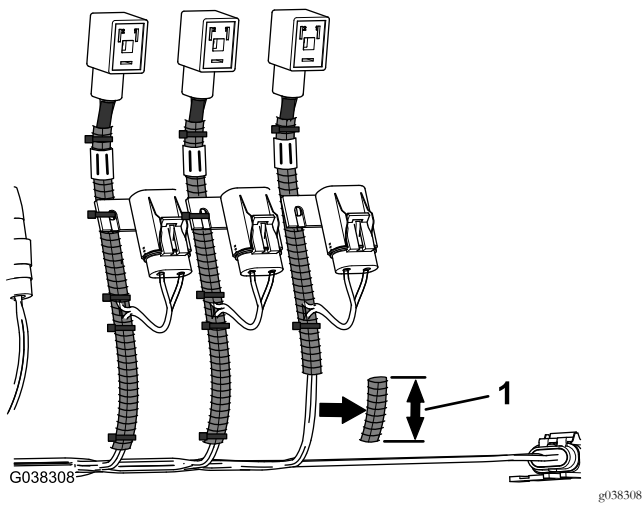

図 30
2. [図 30] に示すように、スリーブチューブを長さ 76mm ほど切り取る。